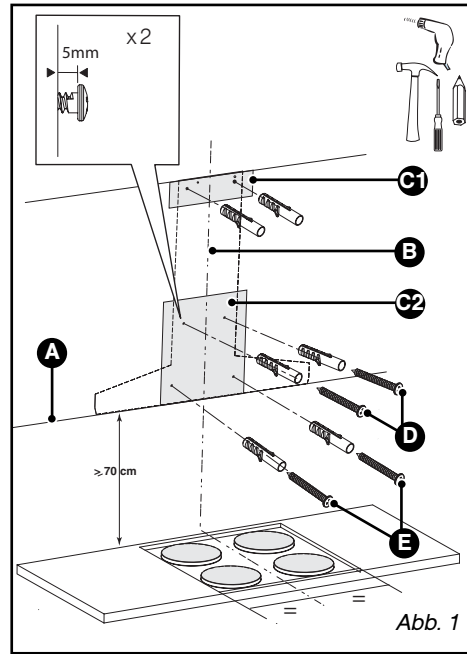

Abb. 1
– In mindestens 70 cm Abstand über dem Kochfeld an der Wand einen waagerechten Strich ziehen. (A/Abb. 1).
– Einen vertikalen Strich (B/Abb. 1) an der Wand mittig im Verhältnis zum Kochfeld und von der Decke bis zur Grenze des vorstehenden waagerechten Strichs (A) ziehen.
– Die Bohrschablone nach der gestrichelten Linie schneiden, um 2 Teile zu erhalten, C1 und C2 (Abb. 1).
– Die Schablone C2 (Abb. 1) an der Wand platzieren und den die Achse der Dunstabzugshaube darstellenden Strich auf den vertikalen Strich legen (Abb. 1), der vorher gezeichnet worden war.
– Die Schablone C1 (Abb. 1) gegen die Wand und im Anschlag gegen die Decke platzieren.
– Die beiden Schrauben oben an der Dunstabzugshaube einschrauben (D/Abb. 1) und sie 5 mm überstehen lassen.
– Die Metallhalterung des Kamins mit den beiden Schrauben an die Wand mit Stoss an der Decke befestigen (Abb. 1).